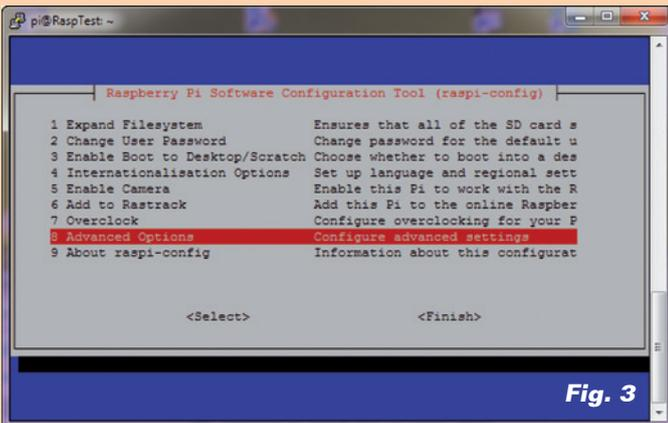

Fig. 3
- come in **Fig. 3**, selezioniamo la voce "Advanced Options";